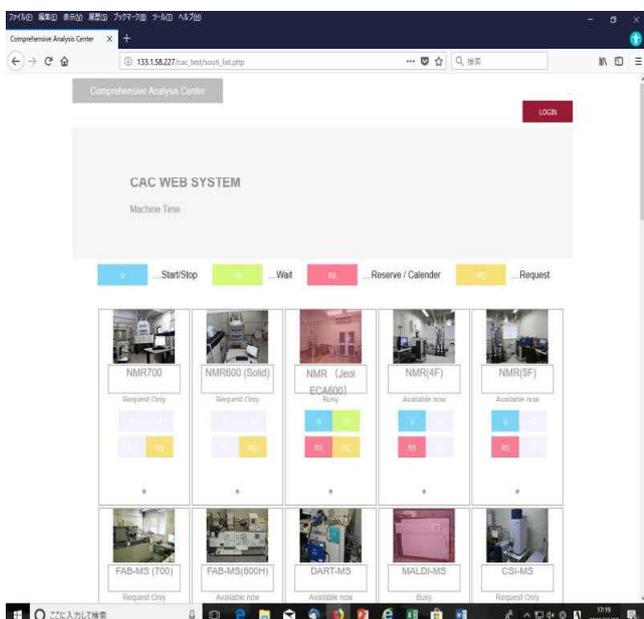

図3
- ① 総合解析センターのホームページ（トップページ）の「総合解析センターCAC Web システム」を選択します。
- ② 使用したい装置を選択します。（図3）